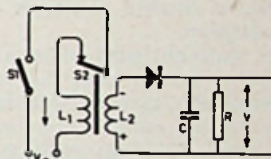
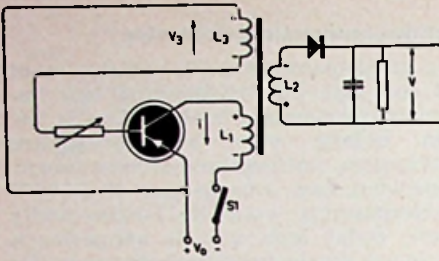
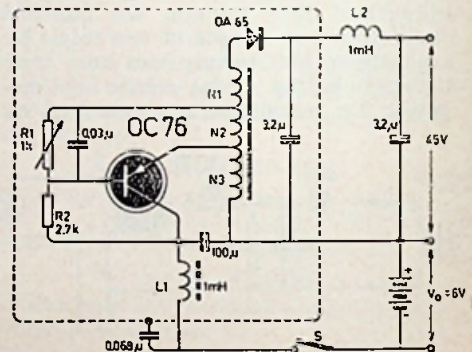

Fig. 4 - SCHAKELING van een gelijkspanningstransformator met triller
Fig. 5 - SCHAKELING van een gelijkspanningstransformator met schakeltransistor
Fig. 6
Gelijkspanningstransformatie kunnen we bv. verkrijgen met behulp van een trilleronderbreker en een gelijkrichter. De schakeling zou er bv. kunnen uitzien als in fig. 4 is aangegeven. Bij het inschakelen van  $S_1$  vloeit er een stroom door  $L_1$ , die in  $L_2$  een spanning opwekt, waarvan de richting in de figuur is aangegeven; blijkbaar zal de diode nu geen stroom doorlaten. De stroom in  $L_1$  neemt toe, zodat ook de veldsterkte toeneemt, waardoor de aantrekkende kracht van de magnetische kern toeneemt. Heeft deze een zekere waarde bereikt, dan wordt  $S_2$  geopend. Nu kan er geen stroom meer door  $L_1$  vloeien. De stroomkring is niet meer gesloten. De magnetische energie, die zich inmiddels heeft opgehoopt moet echter ergens blijven. Zij uit zich door een spanningsstoot in  $L_2$ , thans echter in omgekeerde richting. Hierdoor wordt de condensator C opgeladen. Zodra de energie is verbruikt sluit  $S_2$  weer en het spel begint opnieuw, terwijl de lading van C (bij „dichte diode”) langzaam over het verbruikstoestel (R) afvloeit. Als we de juiste transformatieverhouding voor  $L_1$  en  $L_2$  kiezen kunnen we uit een lage spanning  $V_0$  een hoge spanning V verkrijgen.
In fig. 5 zien we de schakeling. Zoals we zien is de schakelaar vervangen door het collector-emitordeel. Bij het inschakelen neemt de stroom door  $L_1$  toe, waardoor in  $L_3$  een spanning geïnduceerd wordt waarvan de + en de - in de figuur zijn aangegeven. De basis is negatief t.o.v. de emitter, zodat de transistor stroom doorlaat. Zodra de collectorstroom niet meer verandert, valt  $V_3$  weg, de transistor gaat „dicht” en er gebeurt hetzelfde als in fig. 4. De berekening van een dergelijke schakeling voor optimale resultaten is niet erg eenvoudig. We zullen tevreden moeten zijn met een volledig schakelschema (fig. 6). De verschillen tussen dit schema en dat van fig. 5 zullen we echter bespreken om de zaak wat duidelijker te maken.